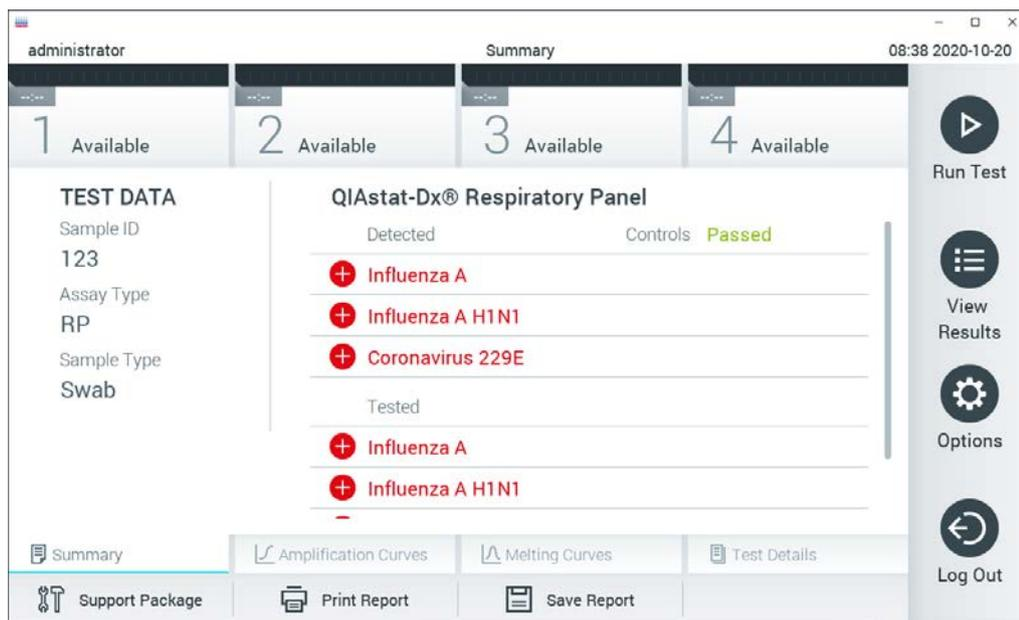

Figura 30. Pantalla de resultados Summary (Resumen).
11. Una vez que se ha expulsado el cartucho de ensayo QIAstat-Dx, aparecerá la pantalla de resultados Summary (Resumen; consulte la figura 30). Para obtener información más detallada, consulte la sección 5.5.